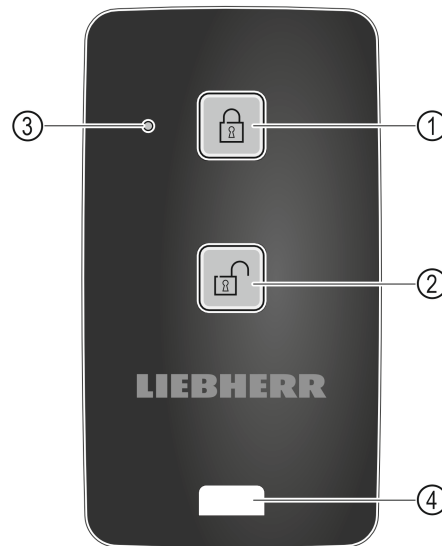

Fig. 165
- (1) Verrouiller la serrure
- (2) Déverrouiller la serrure
- (3) LED d'état
- (4) Œillet de fixation
- ▶ Appuyer sur la touche Fig. 165 (1) de la télécommande.
- ▶ Appuyer sur la touche Fig. 165 (2) de la télécommande.
- ▶ La LED d'état Fig. 165 (3) émet un signal visuel lorsqu'on appuie sur une touche.
- ▶ Œillet Fig. 165 (4) pour attacher la télécommande, par exemple à un trousseau de clés.